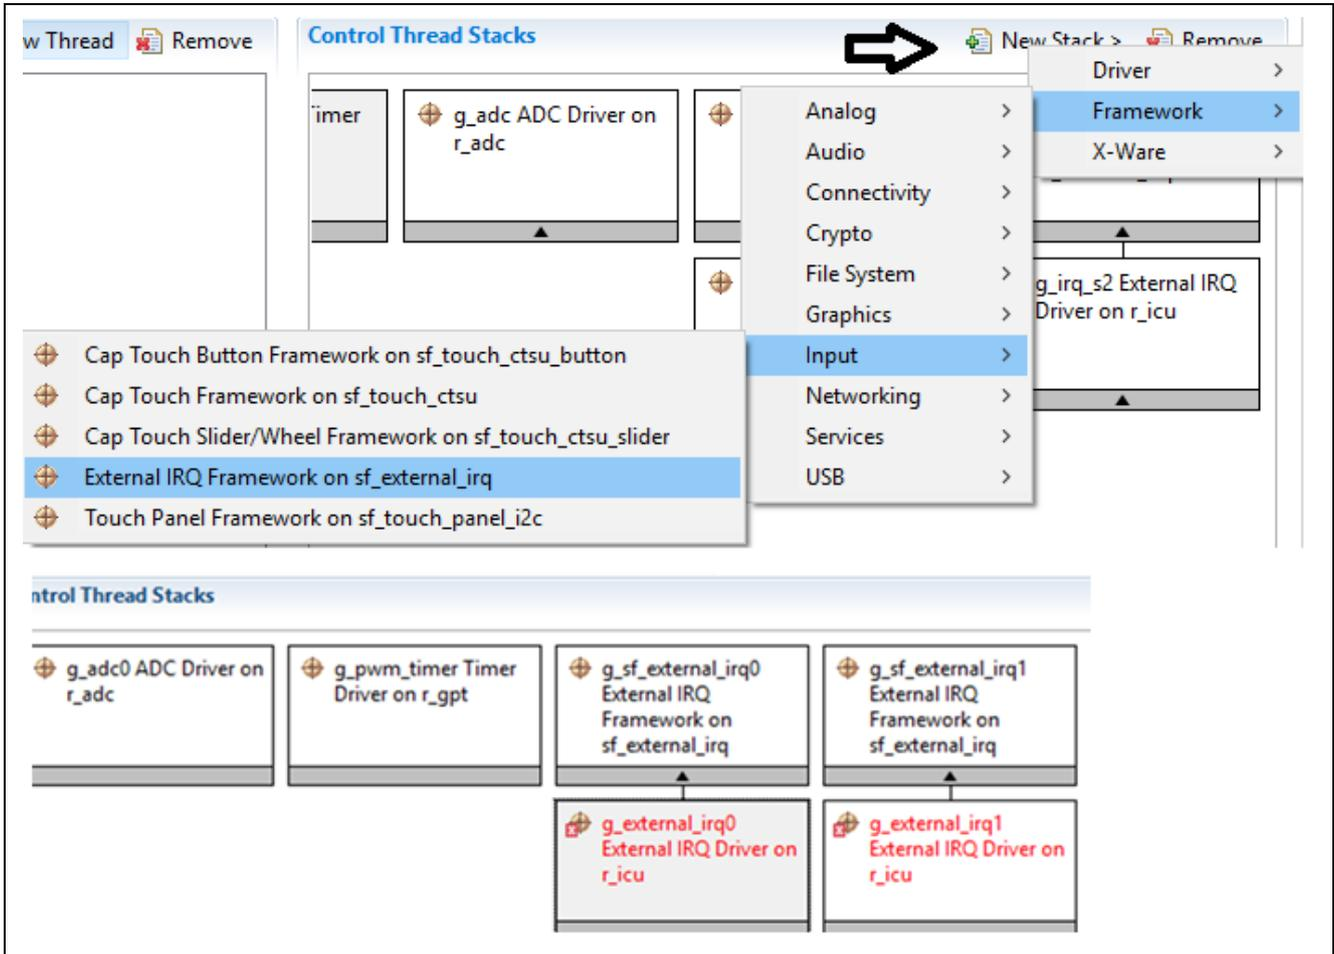

図 8 IRQ フレームワークを追加
6. [Control Thread Stacks] ウィンドウで [New Stack] をクリックして、図 8 に示すようにユーザーボタン S1 と S2 に対応する [External IRQ framework on sf\_external\_irq] (sf\_external\_irq に対応する外部 IRQ フレームワーク) を追加します。